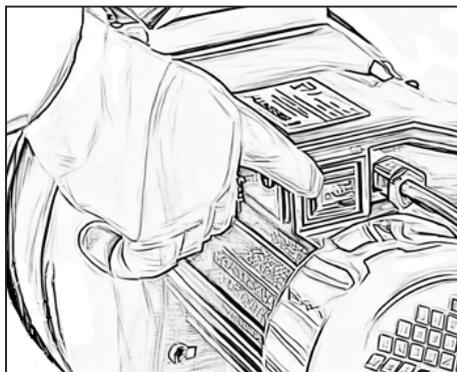

Bild 6
- Sätt på/av-knappen i läge "ON". (Bild 6)